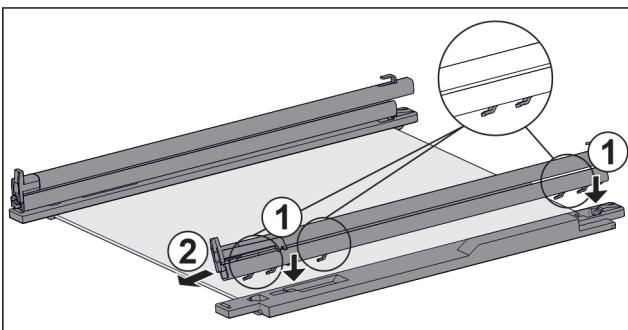

Fig. 128 Glasplatte mit Schienen und Halteteilen
- Haken der Schiene auf die Öffnungen des **linken** Halteteils setzen. Fig. 128 (1)
- Schiene nach vorne ziehen. Fig. 128 (2)
- Haken der Schiene auf die Öffnungen des **rechten** Halteteils setzen. Fig. 128 (1)